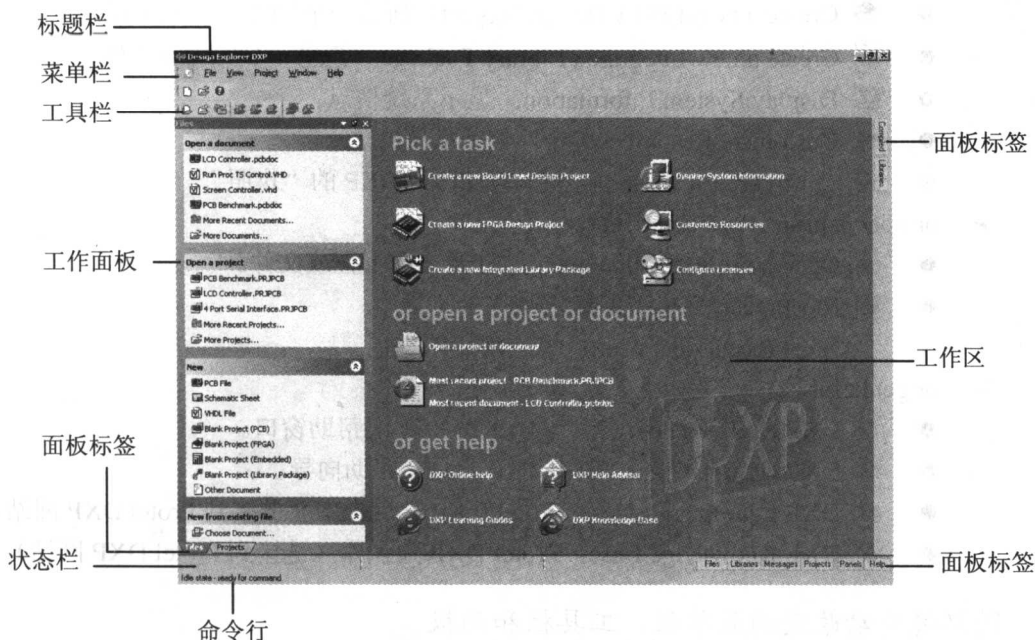

图 1-7 启动 Protel DXP 后的画面
启动 Protel DXP 应用程序以后，将会出现如图 1-7 所示的界面。不过，如果所使用的操作系统不同，首次看到的主窗口可能会有所区别。
在如图 1-7 所示画面的左窗格中显示了 Files 面板，它主要由 Open a document、Open a project、New、New from existing file 与 New from template（位于 Files 面板的最下方，图 1-7 中未显示出来）等操作区组成。这些操作区的特点如下所述。
- 锁定显示方式:此时工作面板将显示在窗口左、右两侧的固定位置,如图 1-7 所示的 Files 面板。